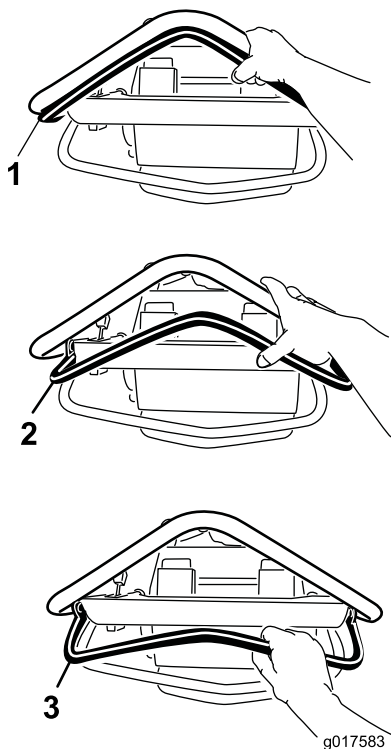

Figura 14
- Para desplazarse hacia adelante, presione la palanca de control hacia adelante (**Figura 14**). Cuanto más mueva la palanca hacia adelante, más rápidamente se desplazará la máquina.
- Para desplazarse hacia atrás, tire hacia atrás de la palanca de control (**Figura 14**). Cuanto más mueva la palanca hacia atrás, más rápidamente se desplazará la máquina.
- Para detenerse, suelte la palanca de control (**Figura 14**).